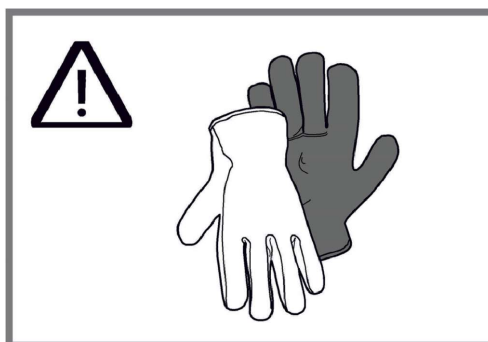

Fig. 21
- Dele inde i enheden kan have skarpe kanter. Brug beskyttelseshandsker (Fig. 21).